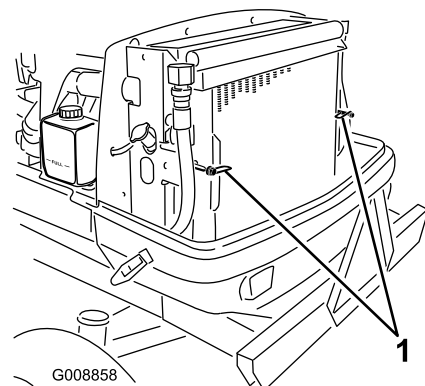

Figura 78
2. Gire los enganches (Figura 78) que sujetan el enfriador de aceite al bastidor.